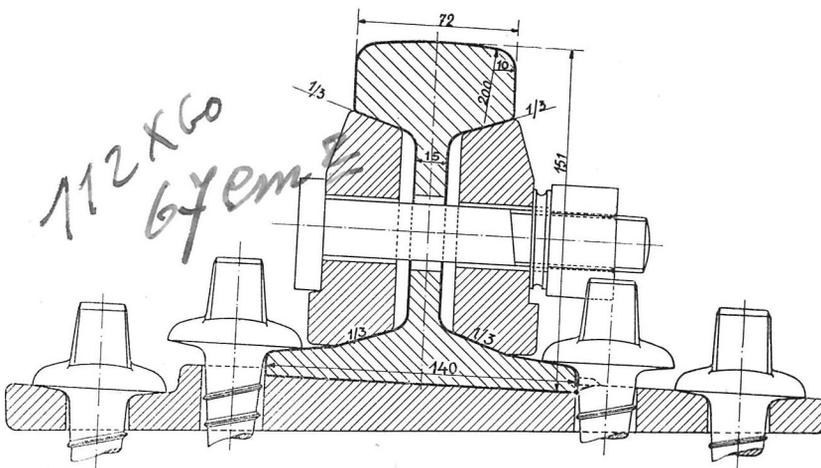

Fig. 7 — Rail de 50 kg. par m. — 1910
On modifia par la suite le mode de fixation pour en revenir au mode habituel : selles d'appui métalliques avec tire-fond, mais néanmoins, ce profil fut abandonné pour revenir assez rapidement à un profil mieux étudié, mieux adapté aux possibilités de fabrication et aux nécessités du moment : c'est le profil de 50 kg (fig. 7); il date de 1910 (1).